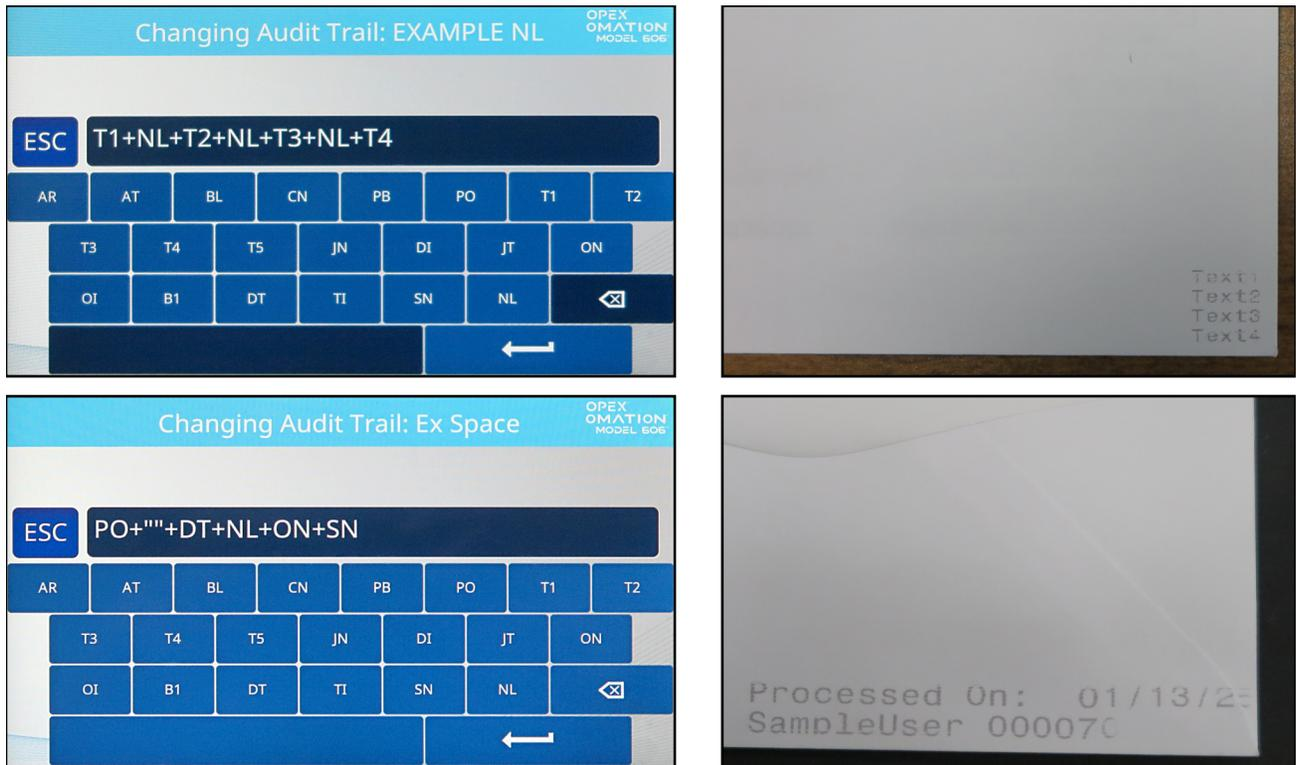

Abbildung 6-47: Beispiele für NL- und Leertasten-Ausgaben
- **NL**: Dient zum Hinzufügen eines neuen Elements als separate zu druckende Zeile (Abbildung 6-47). Es kann bis zu 4 Zeilen geben. Beachten Sie, dass die Größe des Textes abnimmt, je mehr Zeilen hinzugefügt werden. Die Gesamthöhe des Prüfprotokolls bleibt gleich, etwa 1,27 cm (1/2 Zoll).